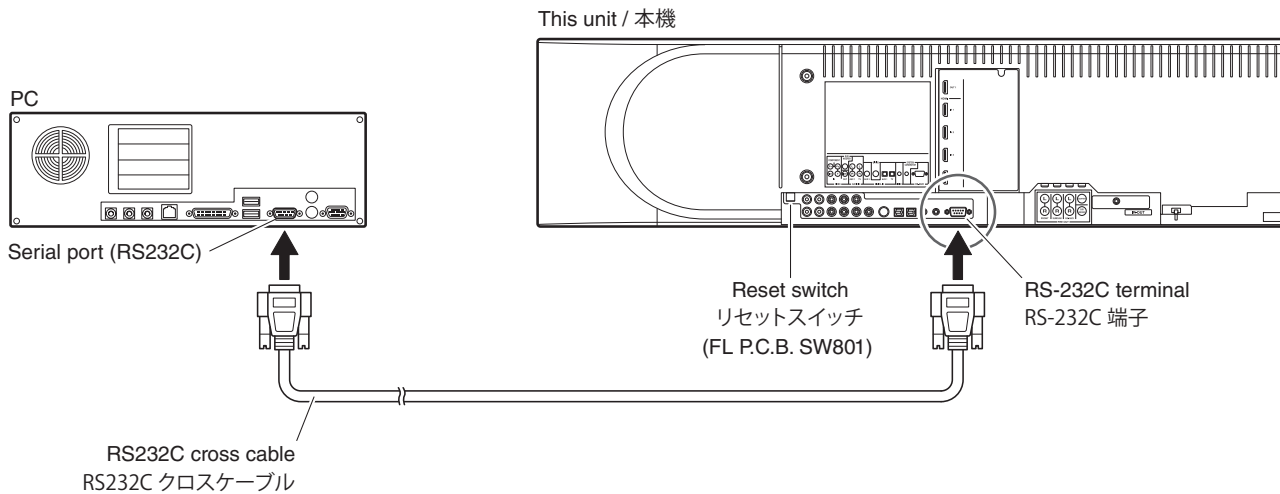

Fig. 1
- Connect the RS-232C terminal located on the rear panel of this unit to the serial port (RS232C) of the PC RS232C cross cable as shown below. (Fig. 1)
- 本機の RS-232C 端子と PC のシリアルポート (RS232C) を下記のように接続します。(Fig. 1)
1. While pressing the reset switch (SW801 of the FL P.C.B.) using a fine tipped pin, connect the power cable to the AC outlet. (Fig. 1)
1. 本機のリセットスイッチ (FL P.C.B.の SW801) を先の細いピンで押しながら、電源コードを AC コンセントに接続します。(Fig. 1)